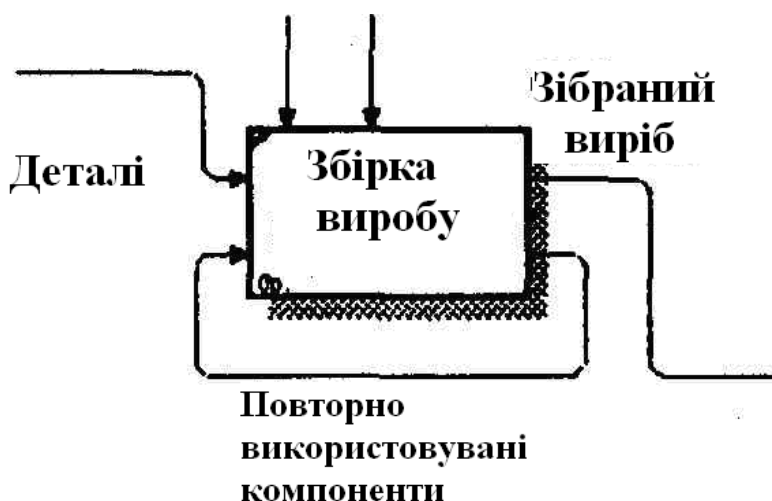

Рис. 11.3. Приклад зворотного циклічного зв'язку.
- Циклічні зворотні зв'язки варто рисувати тільки у разі гострої потреби, коли підкреслюють значення повторно використовуваного об'єкта. Прийнято зображувати такі зв'язки на діаграмі декомпозиції. VPwin не дає змоги створити циклічний зворотний зв'язок за один прийом. Якщо все-таки необхідно зобразити такий зв'язок, варто спочатку створити звичайний зв'язок по входу, потім розгалузити стрілку, направити нову, гілку назад до входу роботи – джерела й, нарешті, видалити стару гілку стрілки виходу (рис. 11.3).